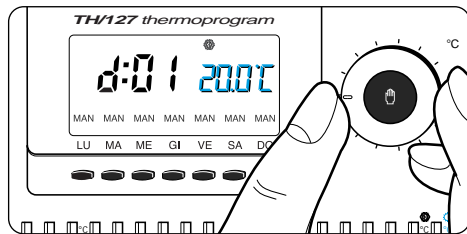

Fig. 29
9.5 - Impostare la temperatura desiderata tramite la manopola  (fig. 29).